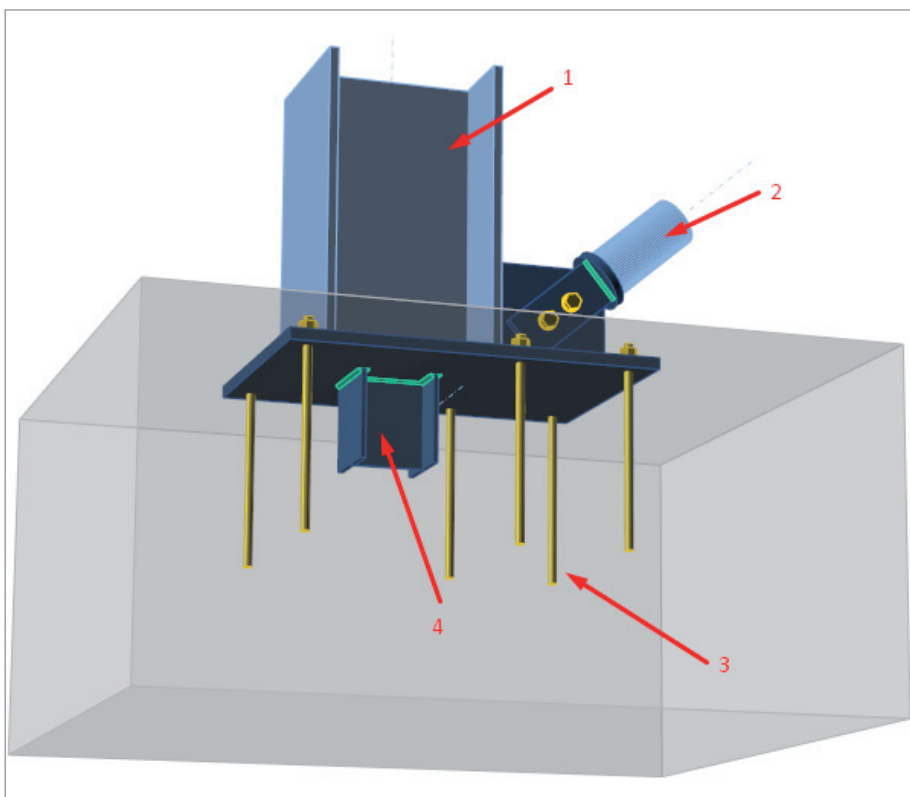

Рис. 11. Опорный узел (1 – колонна, 2 – подкос, 3 – анкер, 4 – противосдвиговой упор)
- **Анкерные болты.** Анкерные болты используются, как правило, в опорных узлах (рис. 11). Они моделируются по тем же принципам, что и обычные. Отличие состоит лишь в том, что анкерный болт с одного конца закрепляется в бетоне, а его длина определяется как сумма толщин шайбы, опорной плиты, слоя раствора и свободной длины анкера в бетоне.
- **Бетонные блоки.** При расчете опорных узлов колонн (см. рис. 11) фундамент моделируется упругим основанием Винклера-Пастернака. Жесткость фундамента определяется в зависимости от его модуля упругости и высоты.